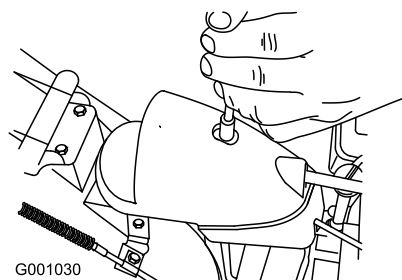

Figura 55
1. Togliete l'elemento di fissaggio dal coperchio degli ingranaggi (Figura 55), alzate la parte anteriore del coperchio e spingetela indietro perché non intralci l'operazione.